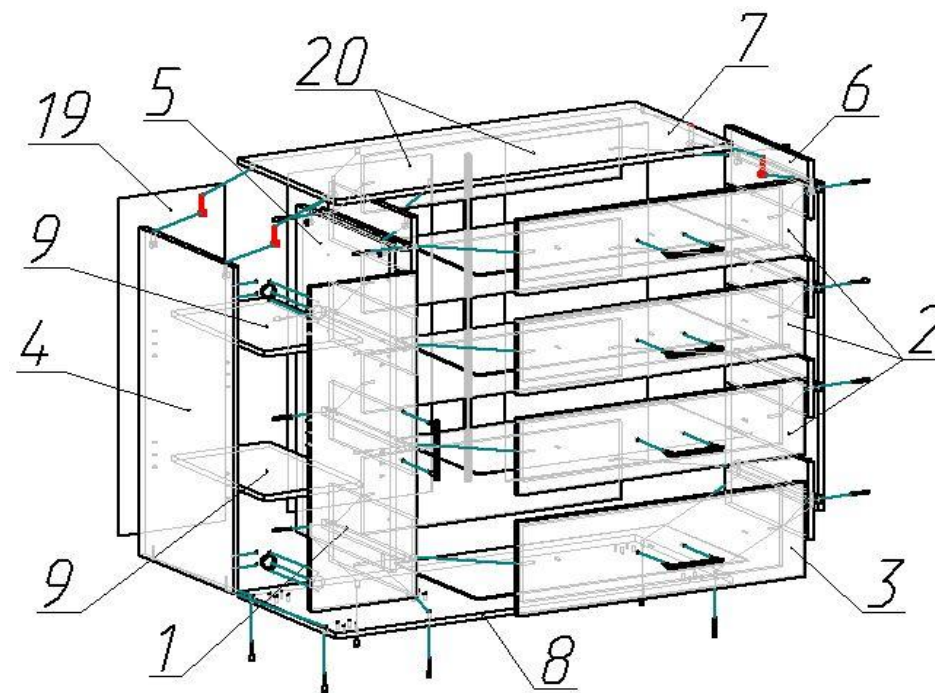

рис. 3
- 3 Соберите корпус комода (рис.3). Закрепите дно 8 к стойкам 4, 5, 6 евровинтами (б). Закрепите крышку 7 к стойкам с помощью эксцентриковой стяжки (а). Закрепите заднюю стенку комода 20, используя соединительный профиль (н) и стенку 19 с помощью гвоздей (о). При этом следите за прямоугольностью корпуса. Закрепите к дну опоры (е) с помощью шурупов (м) в указанных точках. Установите полки 9 на полкодержатели (в). Установите петли (г) на дверь 1 и закрепите шурупами (м) к стойке 4 в указанных точках. Закрепите ручку (ж) саморезами (з).